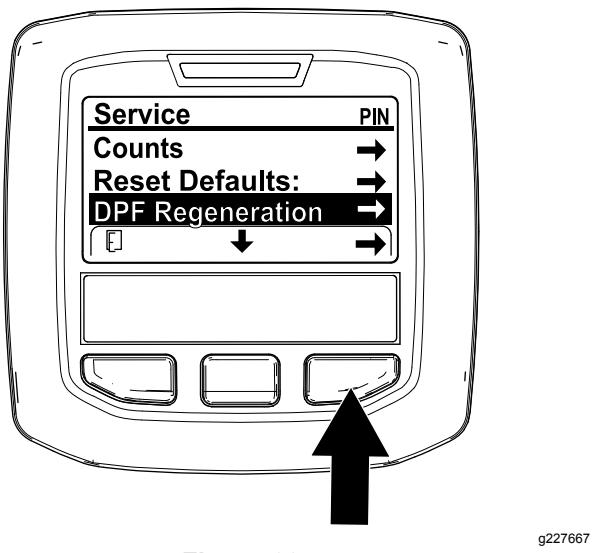

Figure 39
- Dans le menu Entretien, utilisez le bouton central pour naviguer jusqu'à l'option DPF REGENERATION (régénération du FAP) (Figure 39).
- Appuyez sur le bouton droit pour sélectionner l'option DPF Regeneration (Figure 39).